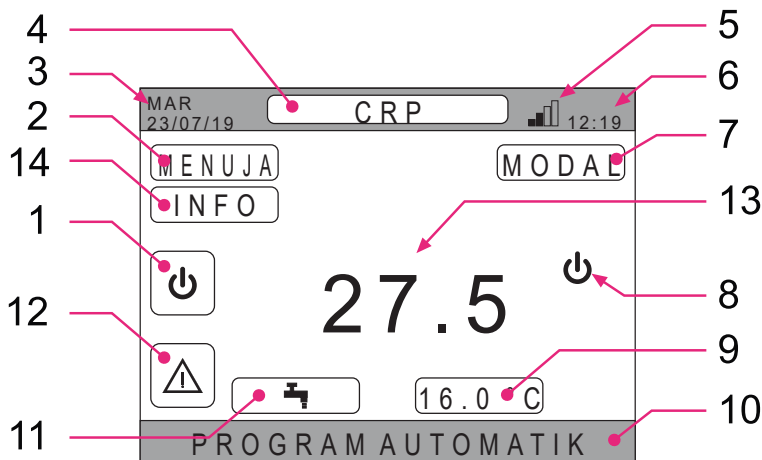

fig. 21 - Ekrani kryesor
Duke shtypur butonin ✓ në fushën aktive “Sistemi” (ref. 1 - fig. 21), hyni në menyën nga e cila mund të modifikohet statusi i punës së sistemit dhe të aktivizohet ose çaktivizohet funksioni “Prodhimi i ujit të ngrohtë për shtëpi” (menyja SANITAR).
Duke shtypur butonin ✓ në fushën aktive “MENUJA” (ref. 2 - fig. 21) mund të shfaqen disa informacione të sistemit dhe mund të ndryshohen disa cilësime të tij.
Duke shtypur vazhdimisht butonin ✓ në fushën aktive "Zona e përzgjedhur/Ndryshimi i zonës" (ref. 4 - fig. 21) mund të spostoheni në zonën që dëshironi të monitoroni ose të modifikoni cilësimet e kësaj zone. Ndryshimi ndodh në mënyrë ciklike midis të gjitha zonave të konfiguruar.